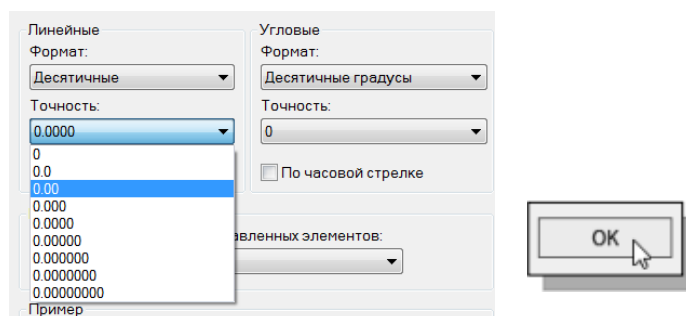

Рисунок 8 – Настройка единиц измерения
4. Установите точность в две цифры после запятой, как показано на рисунке ниже. (Рисунок 8)